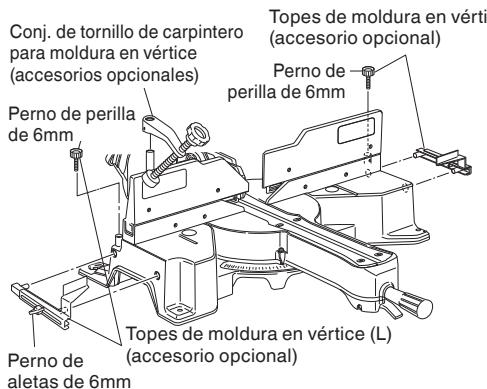

Fig. 45-a
- (1) Las topes de moldura en vértice (L) y (R) (accesorios opcionales) permiten facilitar los cortes de la moldura en vértice, sin inclinar la hoja de sierra. Instálelos en ambos lados de la base, tal como se muestra en la Fig. 45-a. Despues de la insercion, apriete el perno de perilla de 6mm para asegurar los topes de moldura en vértice.